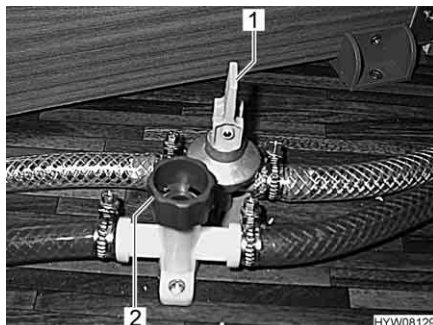

Fig. 82 Rubinetti di scarico
- Chiudere tutti i rubinetti di scarico per il boiler. Posizionare la leva a bilanciere (Fig. 82,1) orizzontalmente o ruotare il tappo (Fig. 82,2) in senso orario.
- Aprire tutti i rubinetti di scarico per il boiler. Posizionare la leva a bilanciere (Fig. 82,1) verticalmente o ruotare il tappo (Fig. 82,2) in senso antiorario.